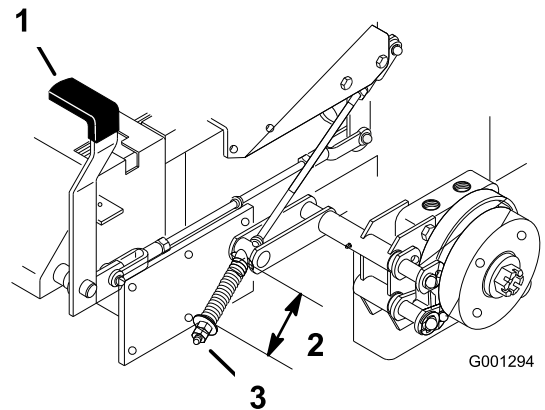

Figure 64
2. Mesurez la longueur du ressort. Les rondelles doivent être espacées de 64 mm (Figure 64).
3. Si un réglage est requis, desserrez le frein de stationnement, desserrez l'écrou de blocage situé sous le ressort et réglez l'écrou directement au-dessous du ressort (Figure 64). Modifiez le serrage de l'écrou jusqu'à ce que le ressort ait la longueur voulue. Tournez l'écrou dans le sens horaire pour raccourcir le ressort et dans le sens anti-horaire pour l'allonger.